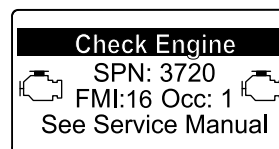

Figura 50
- Aviso do motor SPN 3720, FMI 16 (Figura 50)